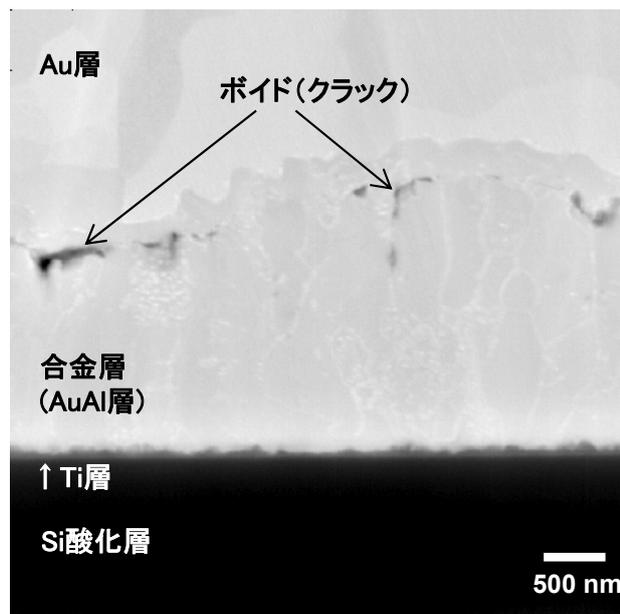

図2 界面部拡大(二次電子像)
- 接合部界面近傍にて合金層やボイド(クラック)が確認されました(図2)。